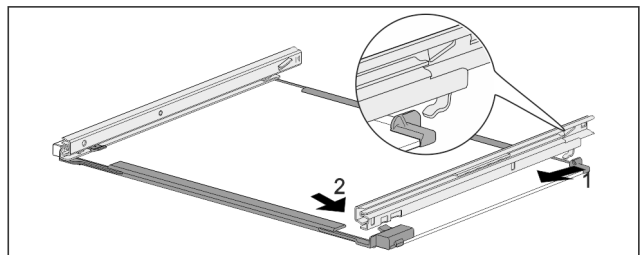

Fig. 139 Glasplatte mit Schienen
- ▶ Schiene hinten einhaken. Fig. 139 (1)
- ▶ Schiene vorne einrasten. Fig. 139 (2)